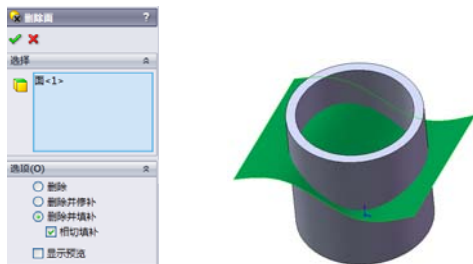

图 6-30 [删除面]属性管理器
2. 在[删除面]属性管理器中单击[选择]栏中图标右侧的显示框,然后在图形区域或特征管理器中选择要删除的面。此时,要删除的曲面在该显示框中显示,如图6-30所示。